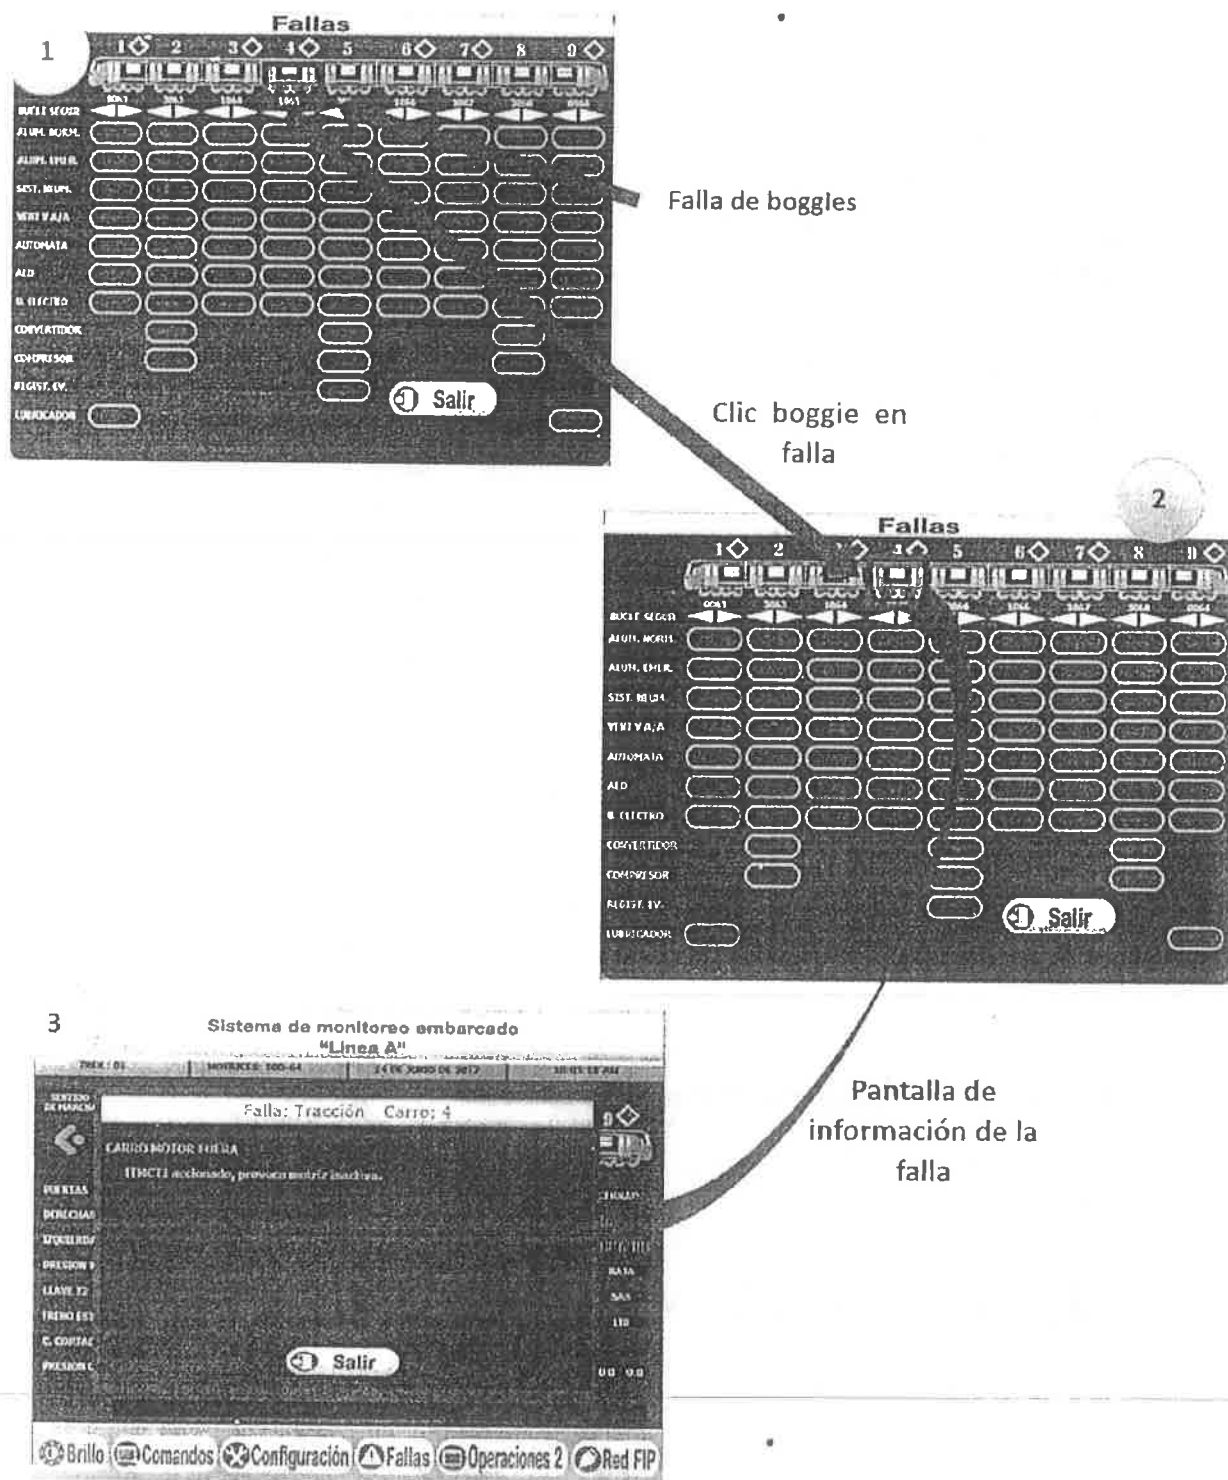

Figura 42. Señalización de falla en bogies (motrices) y visualización de información de la falla.
- La visualización de la **falla de bogies** se muestra con una "X" en color rojo en los bogies que tengan una falla, al igual que la falla anterior esta señalización nos permitirá dar clic para visualizar información de la falla (Figura 42).